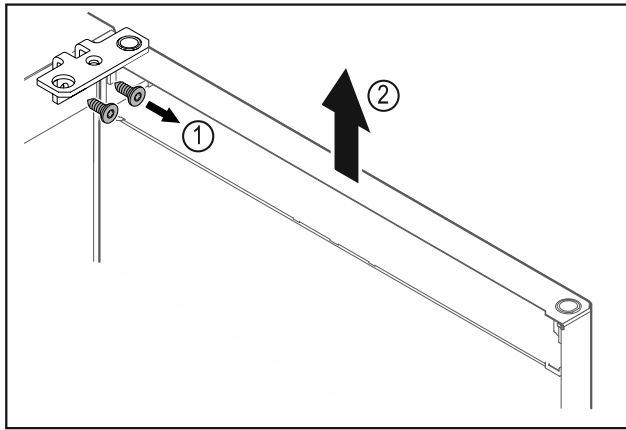

Fig. 13
- ▶ Desatornillar la escuadra de bisagra Fig. 13 (1).
- ▶ Levantar la puerta junto con la escuadra de bisagra Fig. 13 (2) aproximadamente 200 mm recta hacia arriba y retirar.